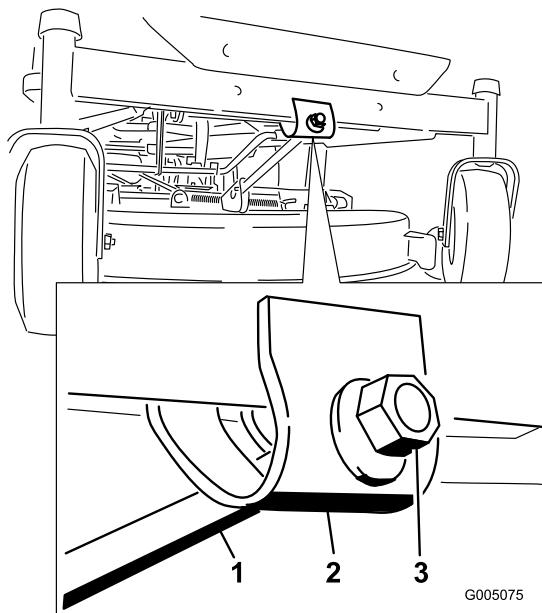

Bild 52
6. Drehen Sie für das Einstellen der Schnittmesserneigung in Längsrichtung die Einstellmutter vorne am Mähwerk (Bild 52).